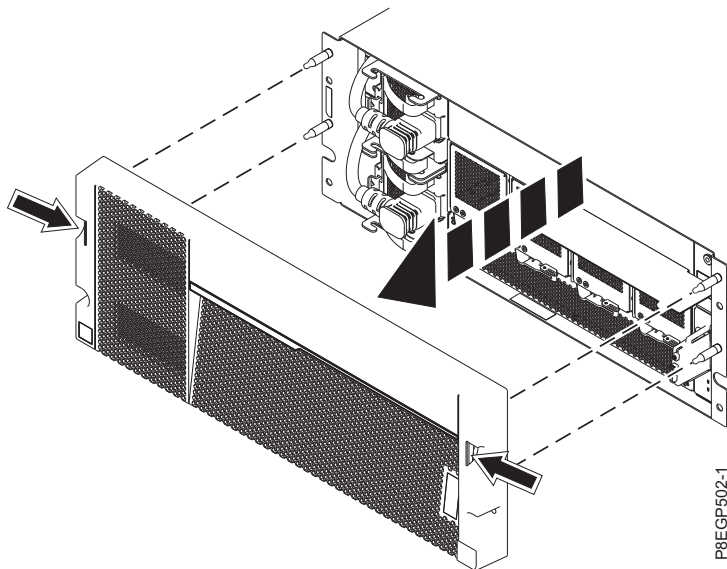

Figure 8. Retrait du capot et de la carte des informations de maintenance
- b. A l'aide des deux points de contact de couleur bleue situés de chaque côté du tiroir, retirez le capot de façon bien droite de la partie avant du tiroir, comme illustré dans la figure 8, à la page 12.